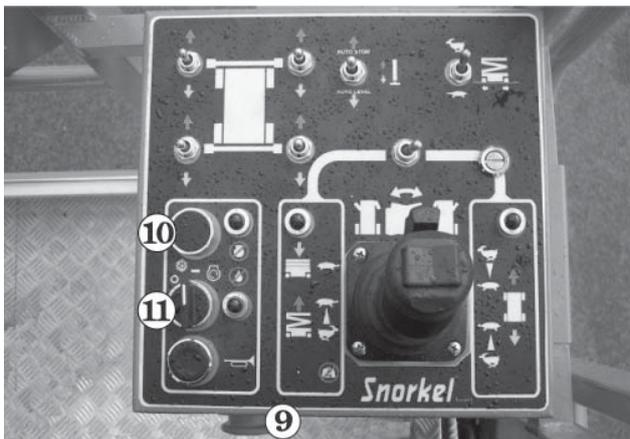

Abb. 8.14
7. Drehen Sie den **Notaus-Schalter** 9 im Uhrzeigersinn, bis er herauspringt (eingeschaltet) (siehe Abb. 8.14).
8. Wenn der Motor kalt ist, den **Choke-Schalter** 10 (siehe Abb. 8.14) während des nächsten Schrittes drücken.
9. Den **Start-Schalter** 11 im Uhrzeigersinn drehen (zur Start-Stellung) und halten, bis der Motor anspringt, oder 20 Sekunden lang, je nachdem, was früher eintritt. Wenn der Motor anspringt, den Startschalter 11 und den Choke-Schalter 10 loslassen (siehe Abb. 8.14).